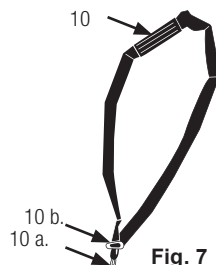

Fig. 7
Placez le harnais (10) de manière à ce qu'il passe par-dessus l'épaule gauche, en travers de la poitrine et du dos. Le clip de fixation (10a) doit être situé sur la hanche droite. La fermeture rapide (10b) doit être à l'avant (Fig. 7).